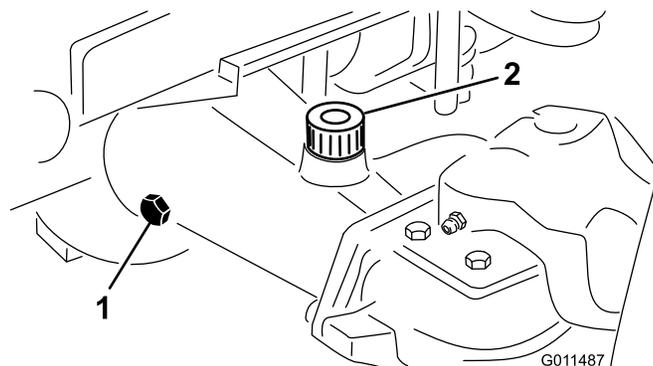

Figura 13
- Togliete il tappo di controllo da un'estremità del ponte (Figura 13) e verificate che il lubrificante raggiunga la base del foro. Se il livello è basso, togliete il tappo di riempimento (Figura 13) e rabboccate con lubrificante finché non raggiunge la base del foro del tappo di controllo.